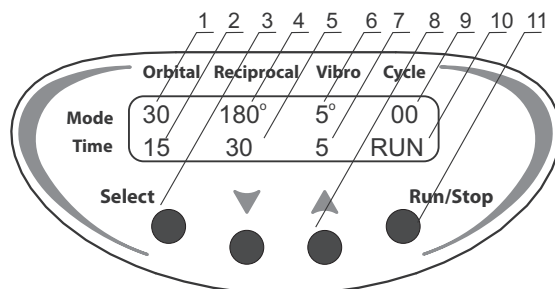

Рис. 2. Панель управления
- 4.4. Нажмите кнопку **Run/Stop** (рис.2/11) для начала выполнения заданной программы.
- 4.5. С началом движения платформы на дисплее будет показана соответствующая индикация (состояние – RUN (вкл.), рис. 2/10), обратный отсчет числа циклов (рис.2/9) и изменяющиеся значения времени текущего режима.
- 4.9. Если число повторений цикла не установлено (индикатор циклов (рис.2/9) показывает ноль), нажатие кнопки **Run/Stop** переводит прибор в режим продолжительной работы до тех пор, пока не будет повторно нажата кнопка **Run/Stop**.
- 5.1. Нажатием кнопки **Select** (рис. 2/3) выберите параметр, который необходимо изменить (каждое нажатие кнопки **Select** последовательно активирует параметры режимов в цикле). Активный параметр обозначается мигающей индикацией.
- 5.2. Используйте кнопки ▲ и ▼ (рис. 2/8) для установки соответствующих значений (если кнопка нажата более 2 сек., значения меняются быстро).
- 5.4. Необходимо установить скорость (рис. 2/1), угол поворота (рис. 2/4 и рис. 2/6) и время для каждого вида движения (рис. 2/2, рис. 2/5 и рис. 2/7), а также число повторений цикла (рис. 2/9).